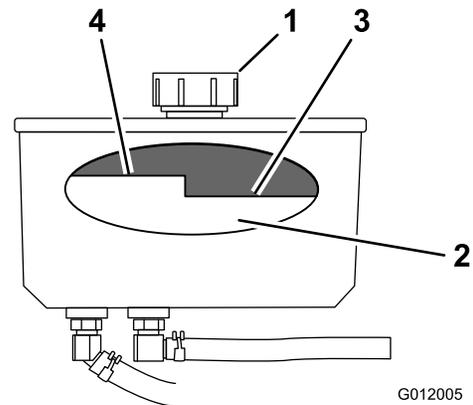

図 73
4. 油圧オイルタンクの注油口周辺をきれいに拭く 図 73。
5. 給油口からキャップを取る 図 73。
注 オイルが暖かいとき、高温時FULLレベルの下までであれば適正である 図 73。